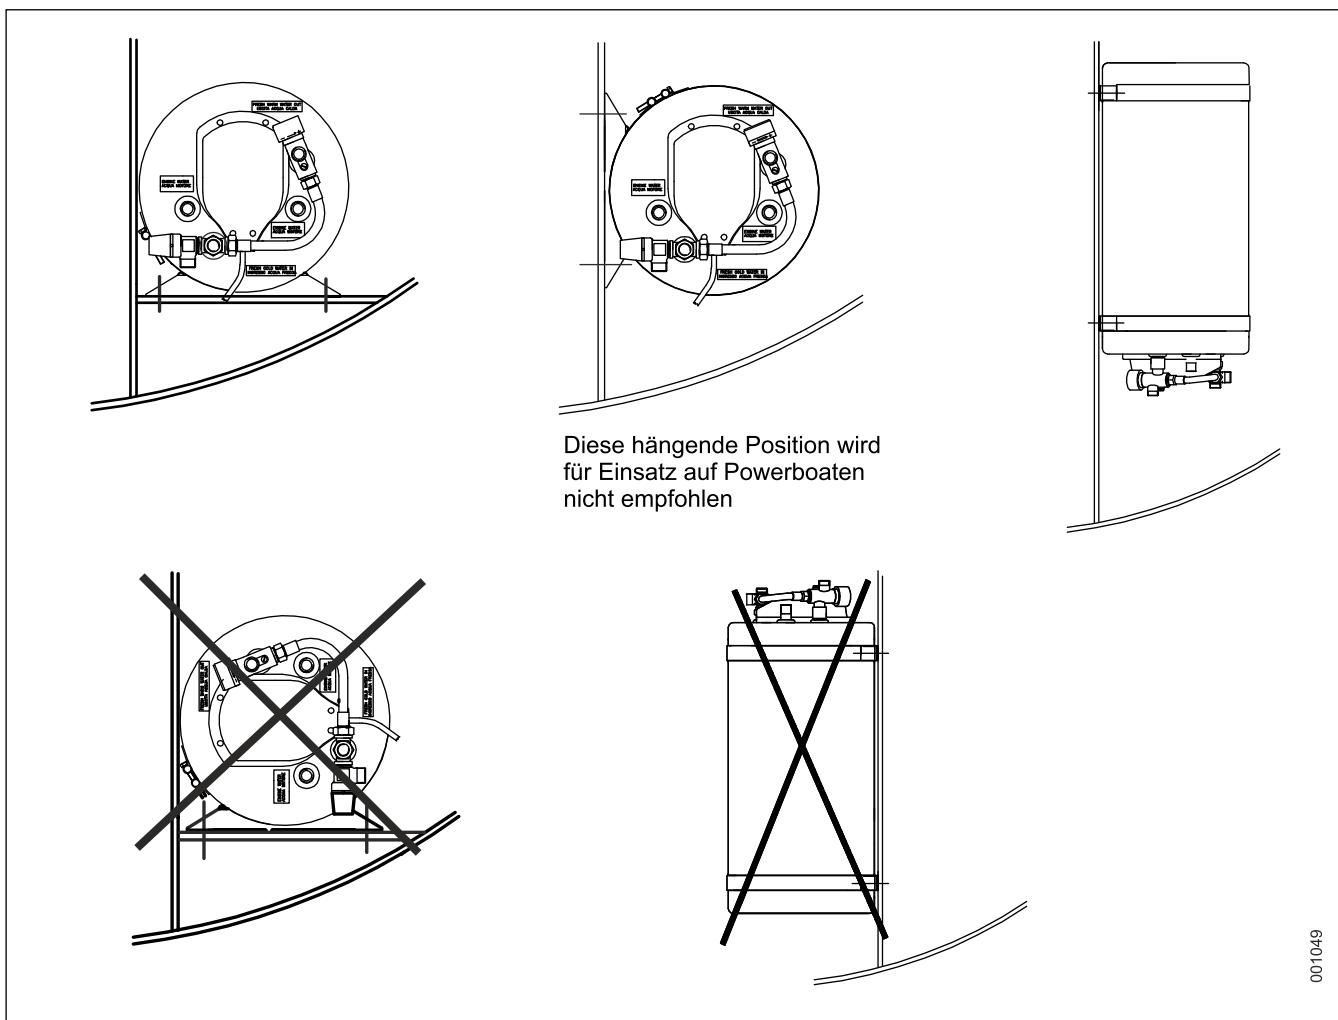
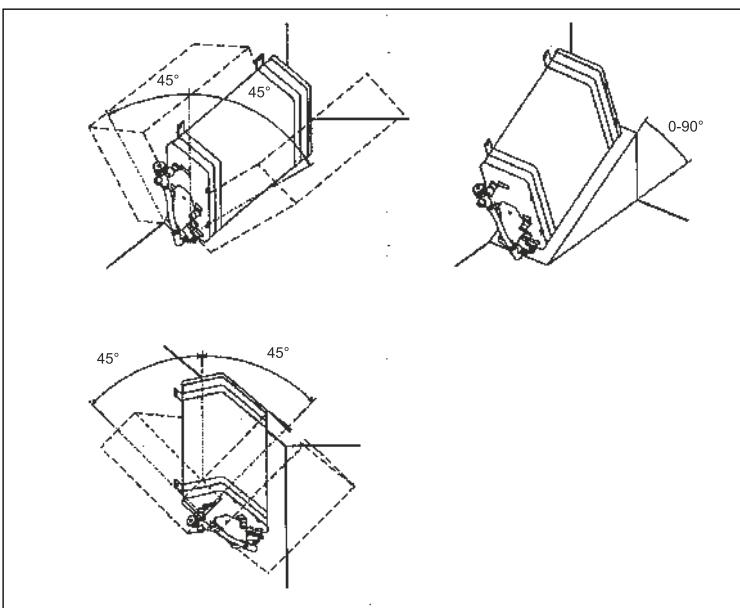

Abb. 2
Abb. 7
**Denken Sie daran, dass sich das Gewicht des Gerätes erhöht, wenn Wassereingefüllt ist.** Montieren Sie den Warmwasserbereiter so, dass vor bzw. unter dem Gerät ausreichend Platz für Servicearbeiten ist, wie Austausch von Heizstab, Thermostaten usw. Siehe Abb. 2. Slim Square kann stehen, liegen oder in alle möglichen Positionen gedreht werden, wie in Abb. 7 zu sehen ist.